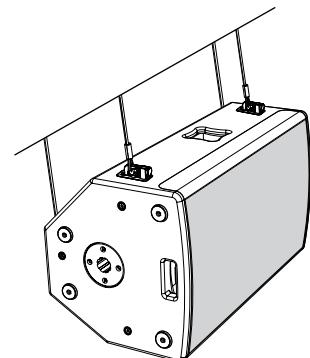

рис.7
- Горизонтальный подвес (рис.7).